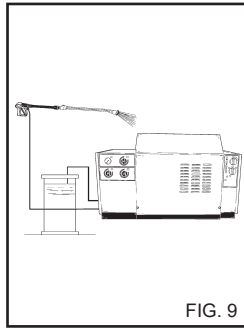

FIG. 9
- 3) Spola ur intag-sledningen efter användning av rengöringsmedel genom att lägga inloppsslangen i en (fig. 9) i en tank med rent vatten och köra pumpen under en minut med doseringsventilen helt öppen och munstycket sprutklart. Upprepa det tidigare momentet genom att vrida väljaren för val av rengöringsmedel först till läge "1" och sedan till läge "2".
5) Spola ur intag-sledningen efter användning av rengöringsmedel genom att lägga inloppsslangen i en (fig. 9) i en tank med rent vatten och köra pumpen under en minut med doseringsventilen helt öppen och munstycket sprutklart. Upprepa det tidigare momentet genom att vrida väljaren för val av rengöringsmedel först till läge "1" och sedan till läge "2".